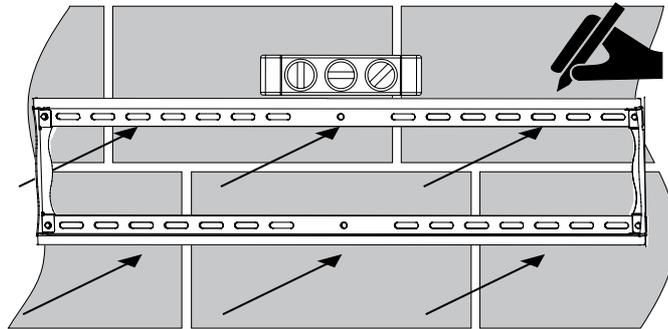

Рис. 1
1. На стене сделайте разметку установки кронштейнов. Используйте уровень для выравнивания монтажных рам. Наметьте от 4 до 6 точек крепления в зависимости от плотности материала стены и веса закрепляемого оборудования (Рис. 1).